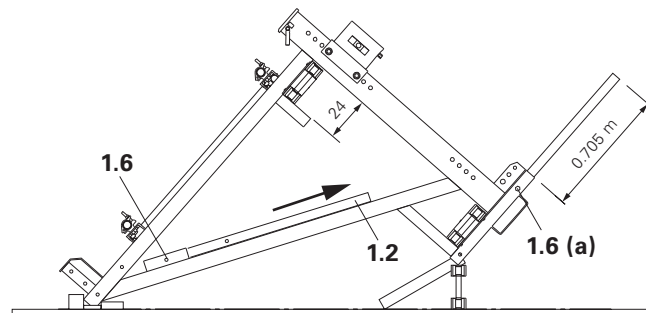

Fig. A1.15
- (Fig. A1.15 or A1.16).
(Fig. A1.15)